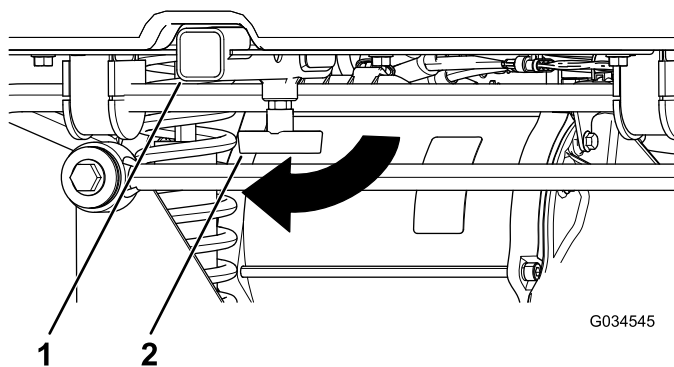

Figura 19
1. Desaperte a pega em "T" rodando-a no sentido dos ponteiros do relógio (Figura 19).
2. Insira o acessório no recetor até que os orifícios fiquem alinhados (Figura 19).